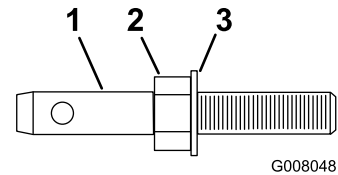

Рисунок 1
- A. Наверните шестигранную гайку на каждый палец звена (Рисунок 1). Наденьте шайбу на каждый палец звена.